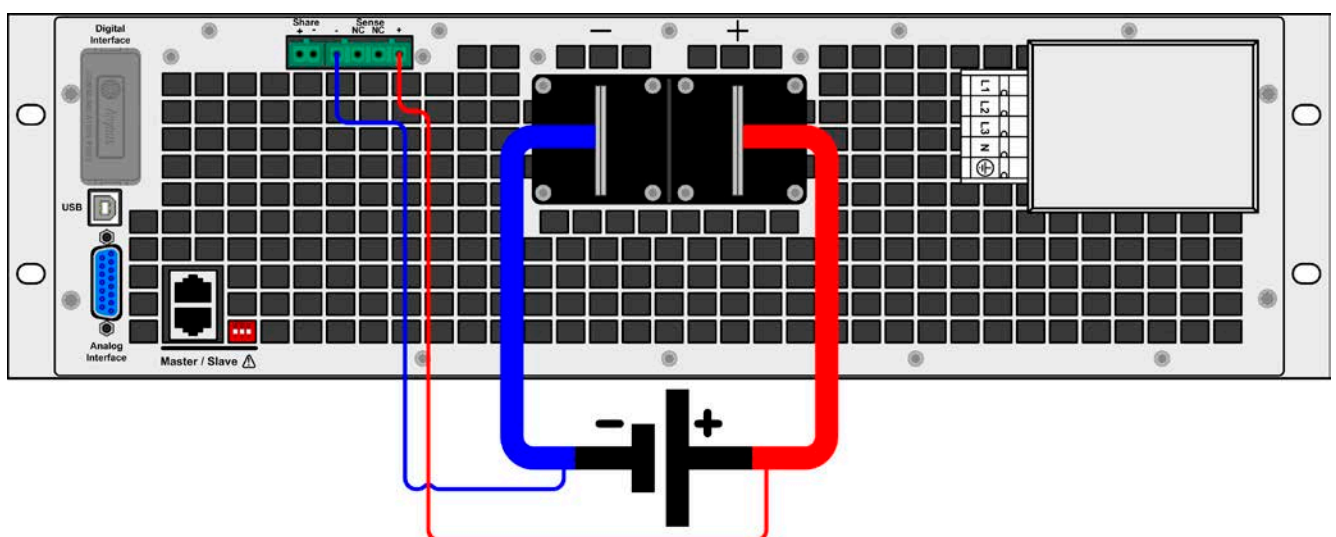

Bild 10 - - Beispiel Fernfühlungsverdrahtung
- Die Fernfühlung ist nur im Konstantspannungsbetrieb (CV) wirksam und der Fernfühlungsanschluß sollte möglichst nur solange angeschlossen bleiben, wie CV benutzt wird, weil die Schwingneigung des Systems durch Verbinden der Fernfühlung generell erhöht wird.
- (+) Sense darf nur am (+) der Quelle und (-) Sense nur am (-) der Quelle angeschlossen werden. Ansonsten könnte die elektronische Last beschädigt werden. Siehe auch Bild 10.